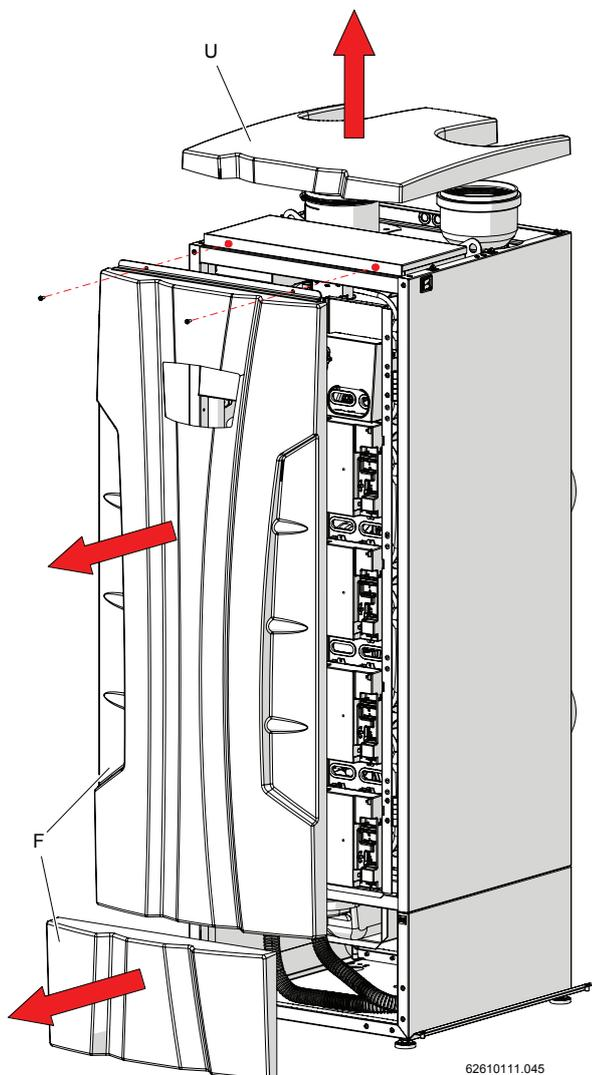

Figura 5-63
- 2.-rimuovere le coperture frontali inferiore e superiore "F" e la copertura superiore "U" dell'apparecchio, come mostrato in Figura 5-63;